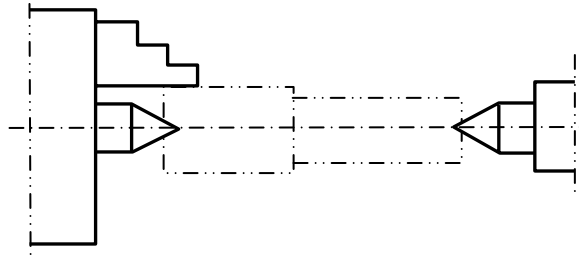

图 13-1
(1) 轴类工件在三爪卡盘及前后顶尖中定位，如图 13-1。